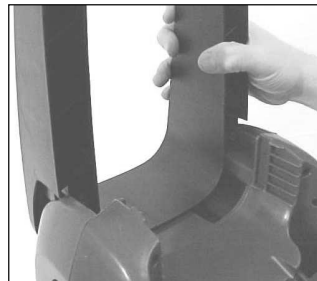

Figure 1
1. Assembler la poignée en la glissant dans l'appareil et la fixant à l'aide de quatre vis (fournies) tel qu'illustré dans les figures 1 et 2.